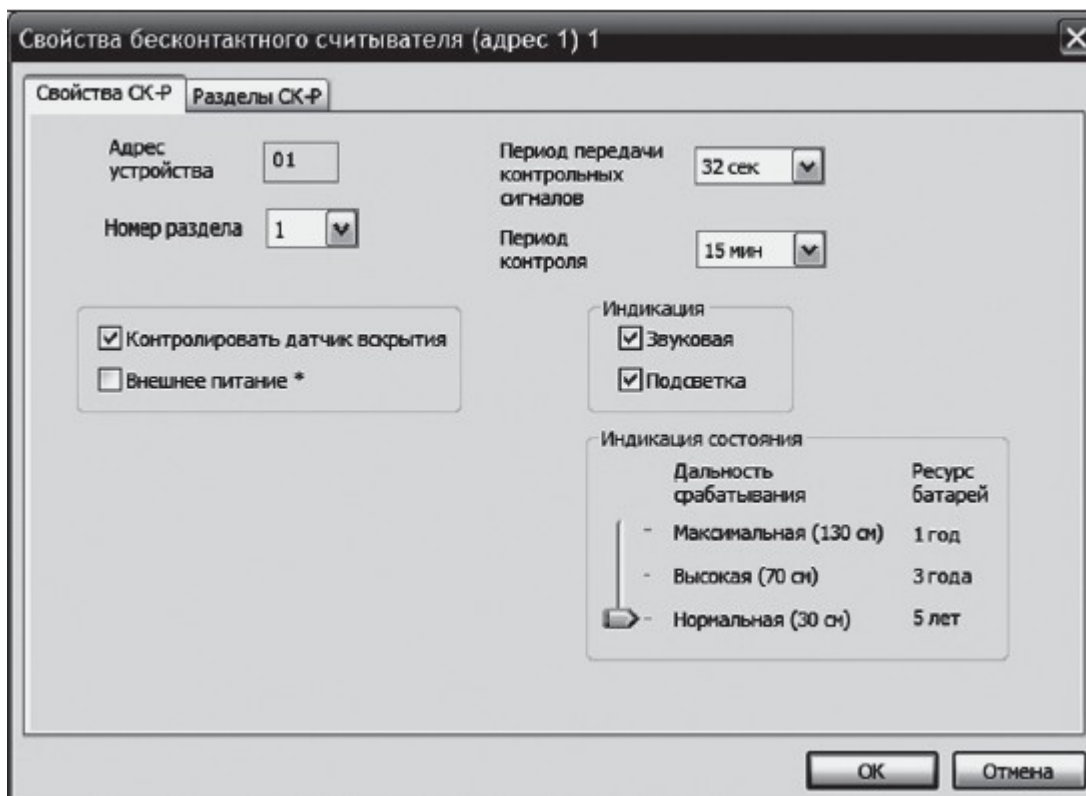

Рис. 4.2
- 6) После этого откроется окно свойств устройства, в котором можно установить опции, определяющие логику его работы (рис. 4.2). Опция